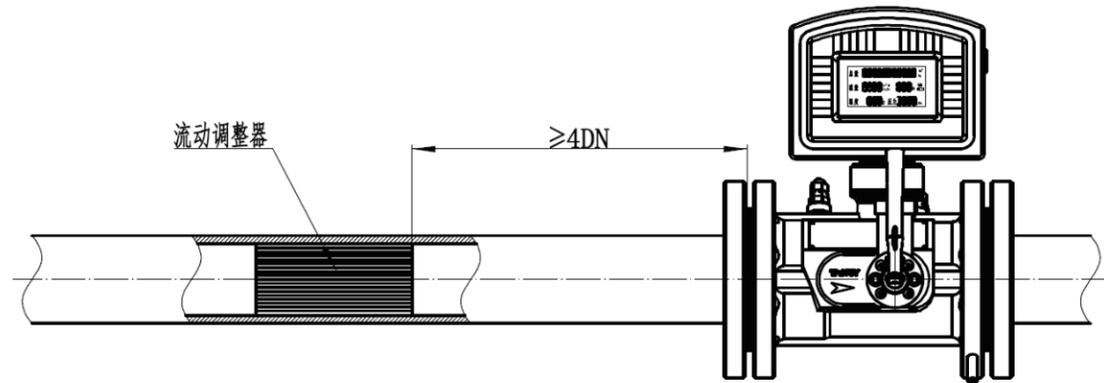

图 8 超强扰动时流量调整器安装图
5.5.4 流量计本身配置性能优良的内置式整流器，对于如标准 GB/T 18940-2003/ISO 9951 《封闭管道中气体流量的测量涡轮流量计》所述的低水平扰动情况，须保证前直管段 $\geq 2DN$ ，后直管段 $\geq 1DN$ ；对于标准所述的高水平扰动，须保证前直管段 $\geq 10DN$ ，后直管段 $\geq 5DN$ ；对于超强扰动源如产生强烈偏心出口喷射流的调压器等，建议在流量计上游安装流动调整器（流动调整器应符合 GB 2624.2 要求），整流器出口到流量计入口连接端 $\geq 4DN$ ，如图 8 所示。